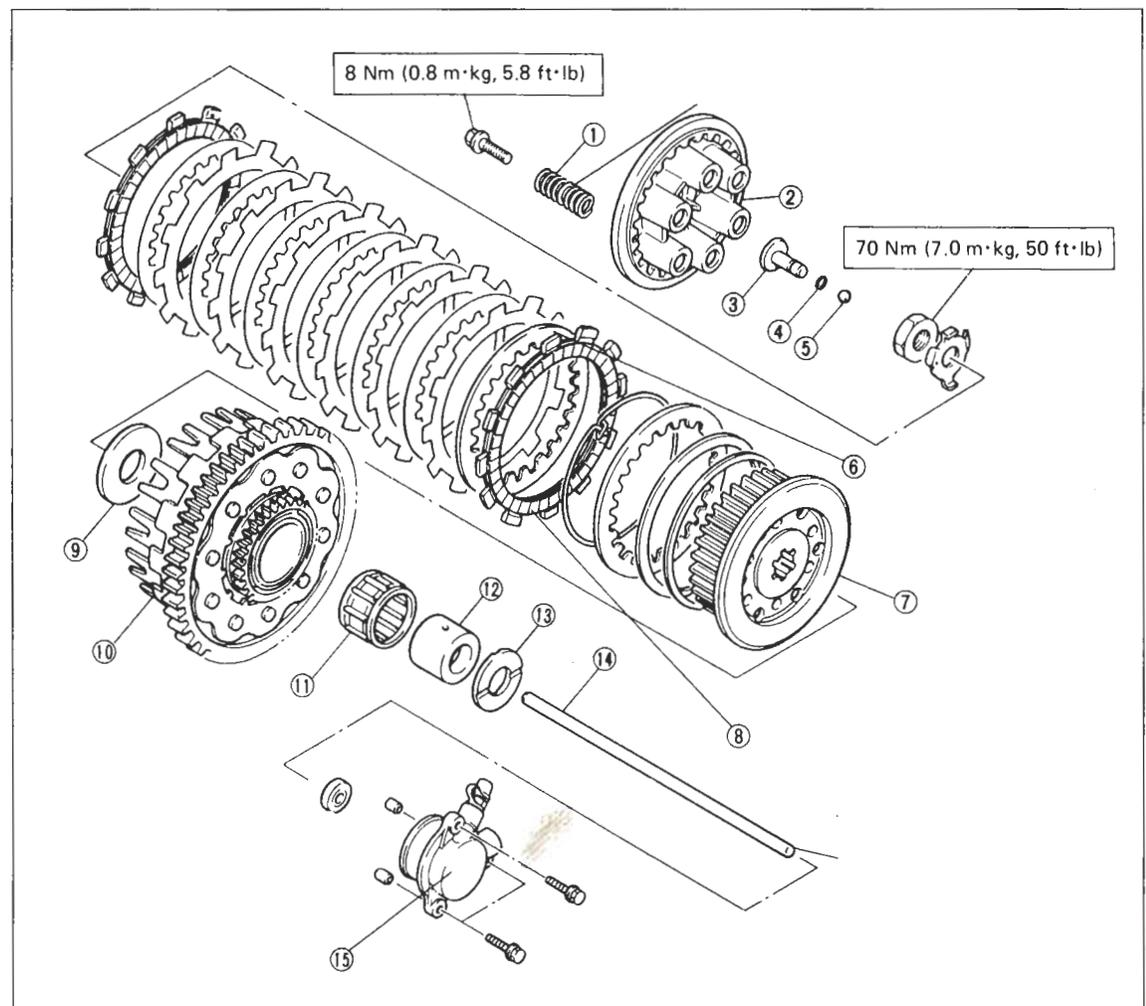

Bild 102
- Kupplungsdruckstange  Bild 102 so einsetzen, dass abgerundete Seite nach links (zum Nehmerzylinder) weist.
- Druckplatte ② Bild 102 so anbringen, dass